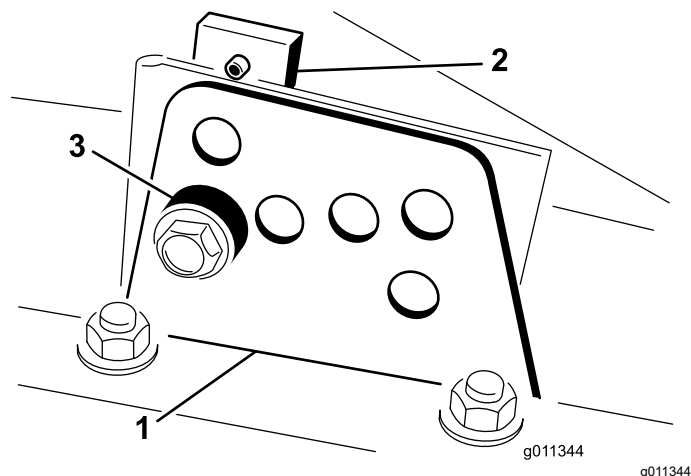

Figura 3
2. Desaperte o parafuso que prende o suporte da altura de corte à placa da altura de corte (frente e de cada lado) (Figura 3).
4. Enquanto estiver suportar a câmara, retire o espaçador (Figura 3).